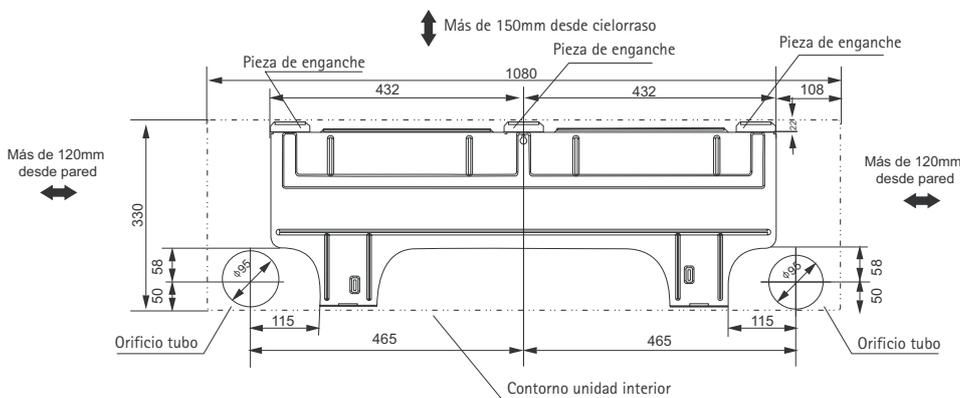

Fig.5
1. Determine las posiciones de los orificios de acuerdo con el diagrama que se detalla en la Fig. 5. Perfore un (1) orificio (Ø 95mm) con ligera pendiente hacia el exterior.